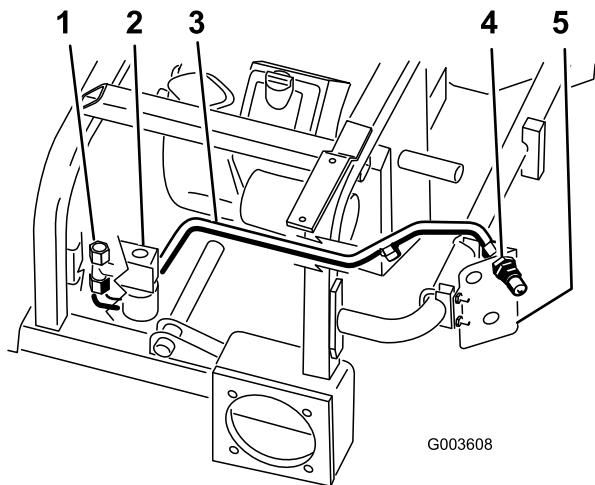

図 14
- 図 14 に示すように、油圧ライン1番を機体に位置決めする。
- バルブの側部に組みつけられたフィッティングに油圧ライン1番を取り付ける図 14。
- 油圧ライン1番を、上側のオスのカップラに取り付ける図 14。